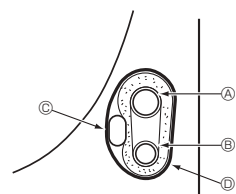

Fig. 4-5
4.4.1. Opbevaring i enhedens rørføringsområde (Fig. 4-5)